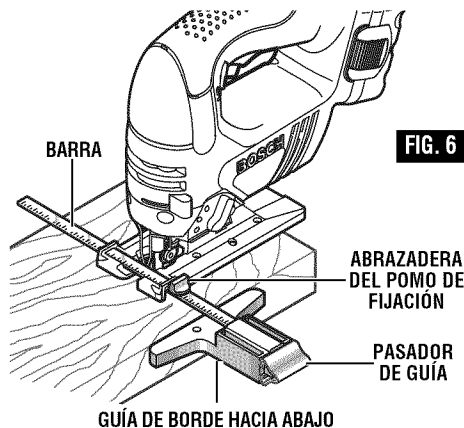

FIG. 6
Este accesorio se encuentra disponible a un costo adicional. Se utiliza para cortes recto y circular rápidos y precisos (Fig. 6).
1. Introduzca la barra de la guía a través de la abrazadera del pomo de fijación y luego a través de las ranuras provistas en el pie, desde cualquiera de los lados de dicho pie, con la guía de borde orientada hacia abajo (Fig. 6).